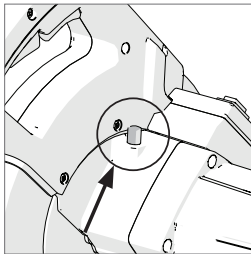

Abb. 39
- Drücken Sie auf die schwarze Dornverriegelungstaste zum Sperren des Dorns. (**Abb. 39**)